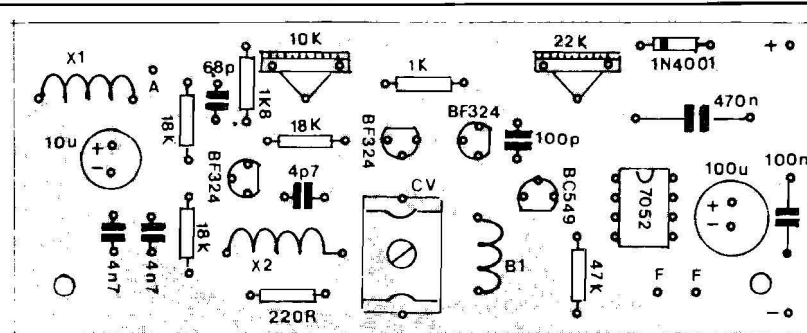

Fig.5
- FIG. 5 - "CHAPEADO" DA MONTAGEM - A placa, vista pelo seu lado não cobreado, mostra a estilização de todos os principais componentes já posicionados... Como sempre acontece (is-